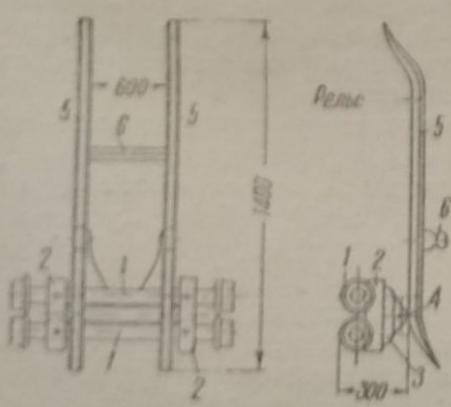

Рис. 1. Тележка для снимания ершей с лесорамами
На рис. 1 показана тележка для выкатки нижних рабух перед сменой пил в лесораме. Тележка состоит из двух полускатов (1), связанных между собою двумя березовыми колодками (2). На этих колодках установлен в двух подшипниках (3) вал (4). К валу намертво прикреплены два изогнутых стержня (5), изготовленных из узкоколейных рельсов легкого типа. Поперечная стяжка (6) одновременно служит упором для выкатываемой рабухи и придает жесткость тележке. Ширина тележки соответ-